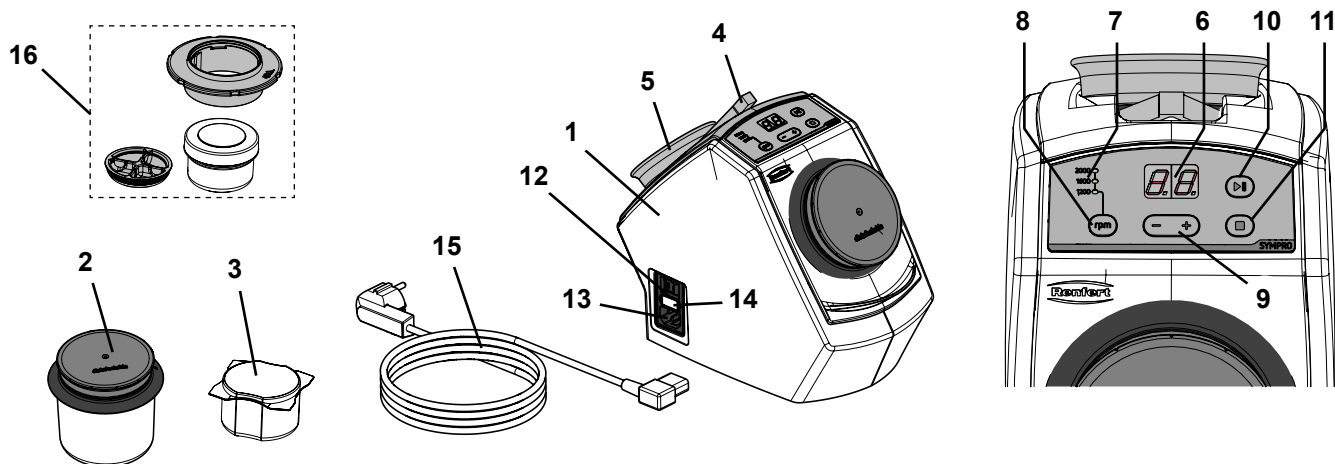

Fig. 1
- ⇒ Placér den vedlagte pincet og holdemagneten i holderne på apparatets bagside (Fig. 1).
- ⇒ Vælg netkablet (15, Fig. 1) netstikket, der passer i dit land.
- ⇒ Sæt netkablet i nettilslutningen (13, Fig. 1).
- ⇒ Tænd apparatet på hovedafbryderen (12, Fig. 1).
⇒ Fyld rengøringsbægeret (2, Fig. 1) med 75 g rengøringsnåle (svarende til en pakningsenhed).
⇒ Fyld SYMPRO mini-bægeret (16, Fig. 1) med ~5 g rengøringsnåle.
⇒ Indstil rengøringstiden med tasterne + / - (9, Fig. 1) (indstillingsområde 0 til 30 min.).
⇒ Indstil omdrejningstallet med omdrejningstalvalgkontakten (8, Fig. 1).
- ◆ Omdrejningstalsvisningen (7, Fig. 1) viser det valgte omdrejningstal.